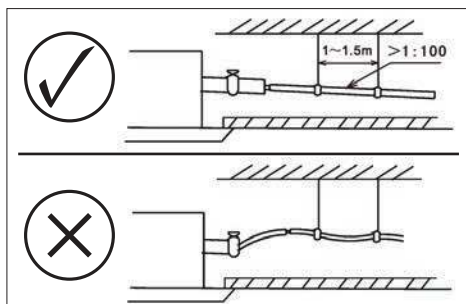

Рис. 4
- Труба должна быть установлена под углом $\{1/100-150\}$ для беспрепятственного отвода конденсата. Подъемы дренажа нужно исключить (рис. 4).